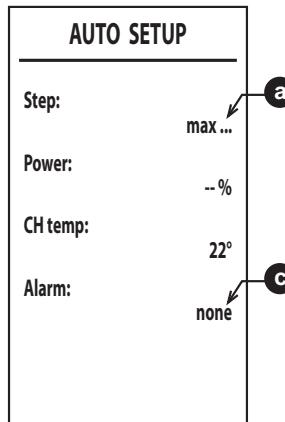

fig. 38
6. După aprindere, arzătorul se poziționează pe diferențele puteri (max, med, min) indicate de punctul a (fig. 38).
apare mesajul max_err la punctul a și un cod de eroare la punctul c (fig. 38).